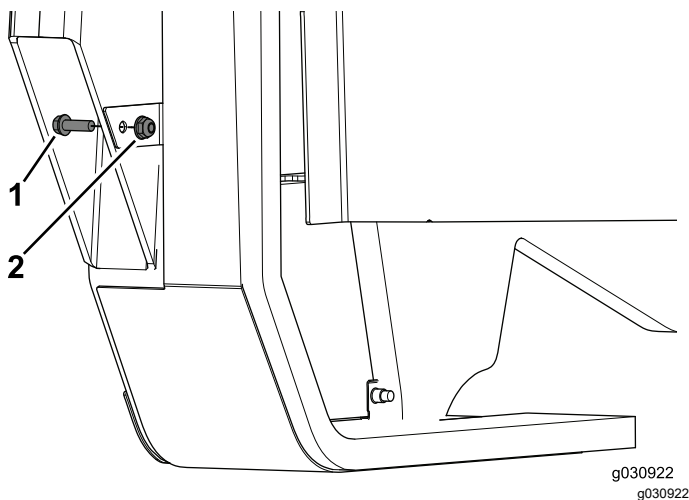

図 31
3. ボルト $\frac{1}{4} \times \frac{3}{4}$ "とフランジナット $\frac{1}{4}$ "を使って、パネルアセンブリの組み付けを終わらせる 図 31。